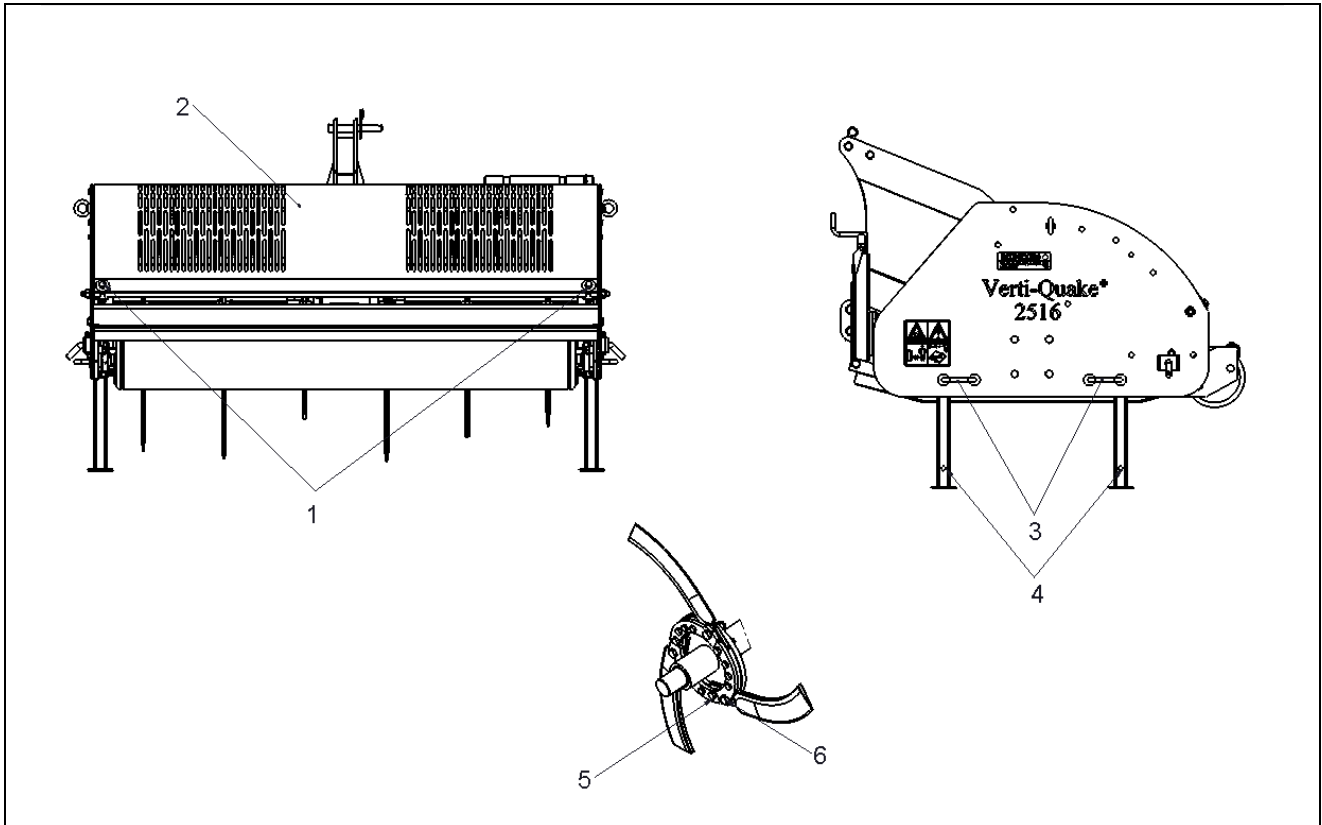

Fig. 8
1. Open toegangsluik (2) door de bouten (1) te lossen en het toegangsluik omhoog te draaien. (fig. 8)
12. Sluit het toegangsluik (2) en zeker deze door middel van de bouten (1) vast te draaien. (fig. 8)